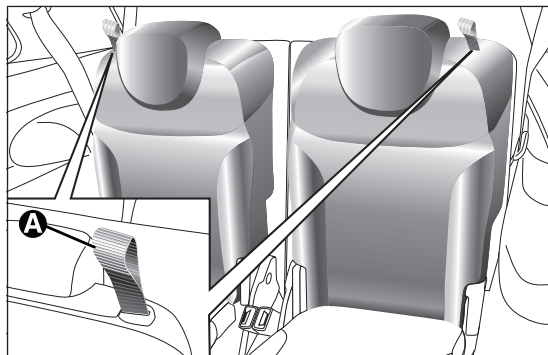

fig. 8
- tirer vers le haut le dispositif A fig. 8 pour rabattre le dossier du siège gauche ou droit. Le dossier sera rabattu automatiquement en avant. Si nécessaire, accompagner le dossier dans la première partie du rabattement.